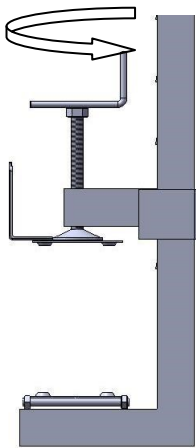

fig.5
### Montaggio (fig. 5 - 6 - 7 - 8)
- Svitare la barra filettata ruotando le manovelle in senso antiorario fino alla loro completa apertura (vedi fig. 5 a pag 9);